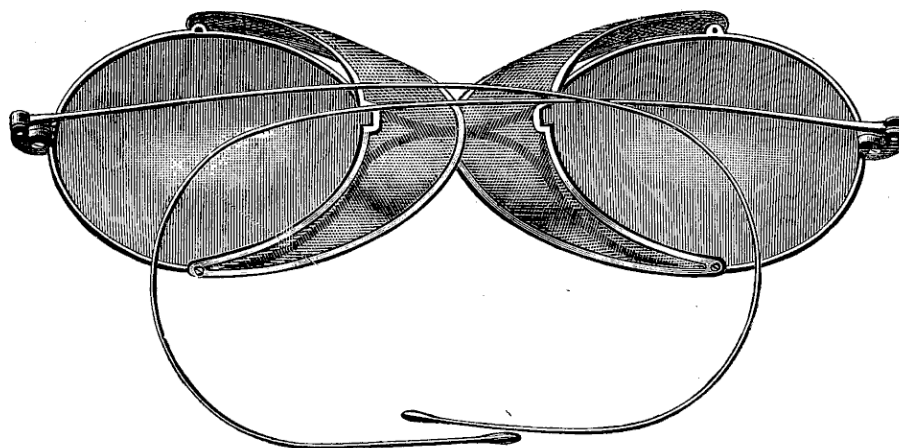

Fig. 24
**Lunettes à coques mobiles**, branches crochets, verres coquilles bleus ou fumés. . . (fig. 24).